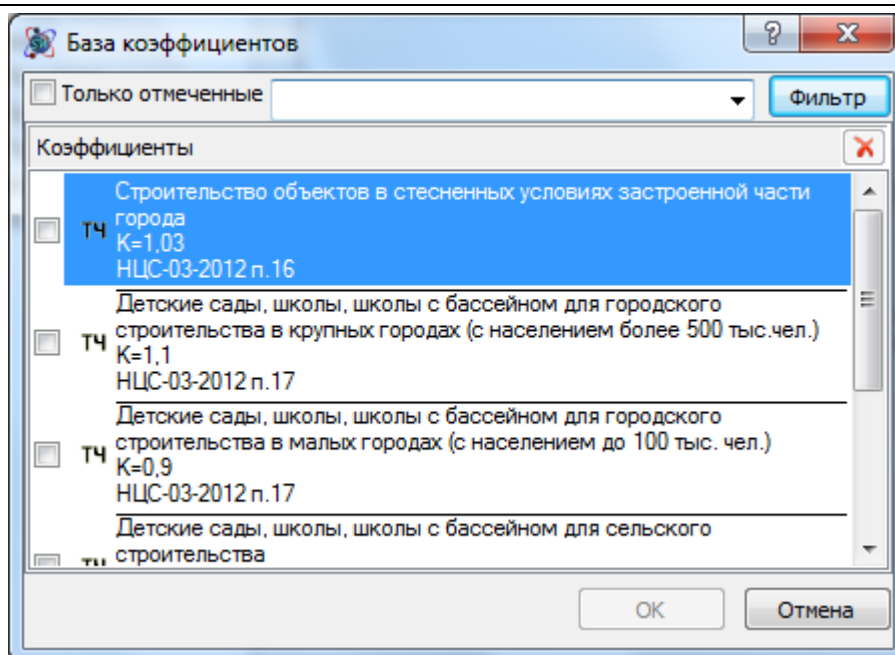

Рис. 9.8 Диалоговое окно База коэффициентов
4. В открывшемся диалоговом окне *База коэффициентов* (Рис. 9.8) при помощи флагов выбрать нужные коэффициенты и нажать на кнопку ОК.